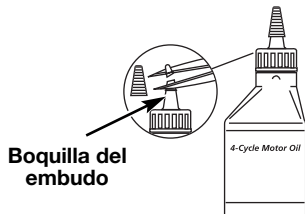

Fig. 2
Su unidad trae una botella de aceite SAE 30 SF, SG, SH de 90 ml (3,04 onzas fluidas) (Fig. 2).
- Desenrosque la tapa de la botella de aceite y retire el sello de papel que cubre la apertura. Vuelva a colocar la tapa. Corte la punta de la boquilla del embudo (Fig. 2).